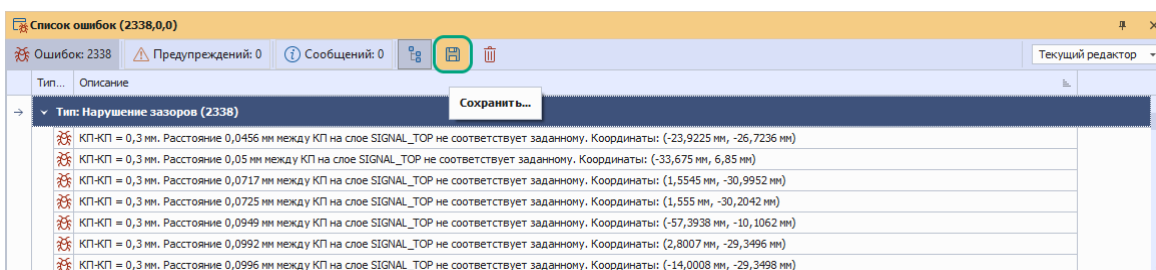

Рис. 389 Переход к выбору директории сохранения
1. Нажмите кнопку «Сохранить», см. Рис. 389.